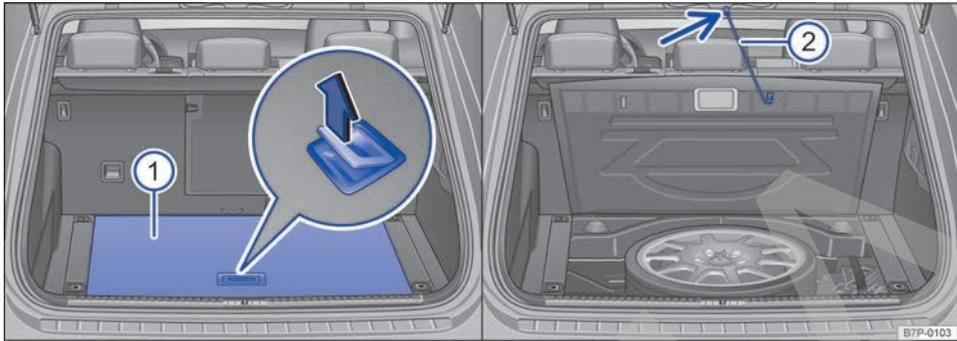
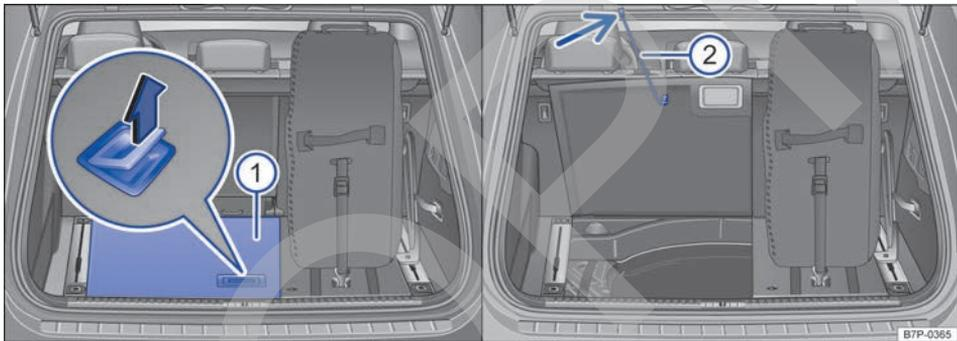

Fig. 131 En el maletero de vehículos con una rueda de repuesto distinta a las montadas: levantar el piso del maletero y fijarlo con la cinta.
Fig. 132 En el maletero de vehículos con una rueda de repuesto igual a las montadas: levantar el piso del maletero y fijarlo con la cinta.
- Tire del asidero → fig. 131 o → fig. 132 (imagen ampliada izquierda) del piso del maletero ① en el sentido de la flecha y levante el piso.
- Desenganche la cinta de sujeción ② de debajo del piso del maletero y engánchela en el borde superior del maletero → fig. 131 o → fig. 132 (flecha).
- Desenganche la cinta de sujeción ② del borde superior del maletero → fig. 131 o → fig. 132 (flecha).
- Enganche la cinta ② debajo del piso del maletero ① y baje el piso.